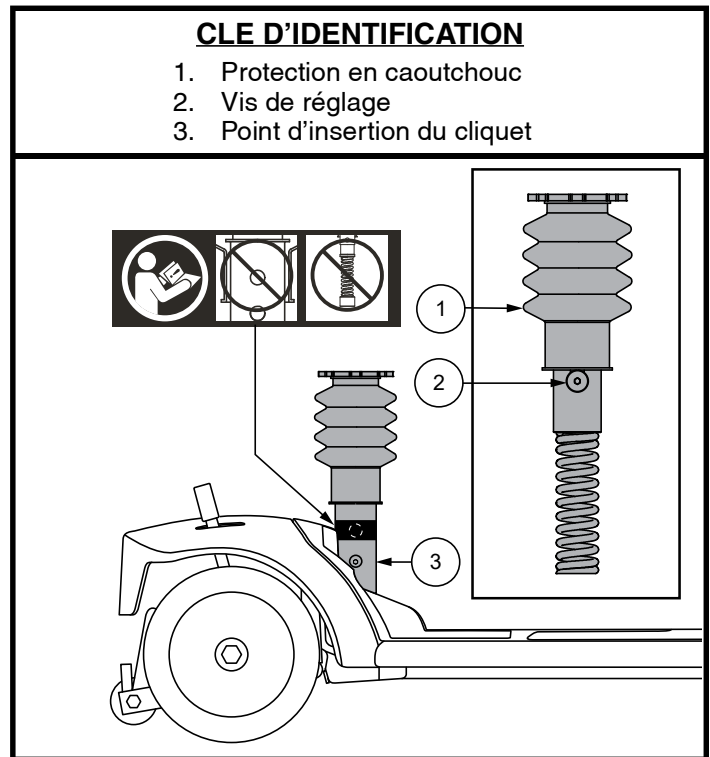

Figure 14. Réglage de la suspension du siège
REGLAGE DE L'INCLINAISON DU GUIDON (Voir la figure 14)
2. Retirez la tige de selle supérieure du véhicule en retirant le boulon à épaulement de la partie inférieure de la tige de selle, puis en soulevant la tige vers le haut et hors du véhicule. **Voir figure 14.**
NOTE: *N'installez pas la tige de selle dans le trou supérieur avec le siège à suspension. Voir la figure 14. Cela rendrait la tige de selle à suspension inutilisable.*